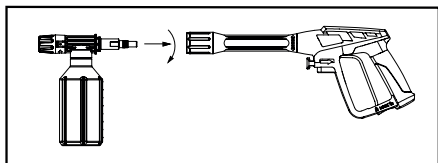

Figura 8 - Anexe o aplicador à pistola
5. Fixe o aplicador de detergente à pistola. (Figura 8)